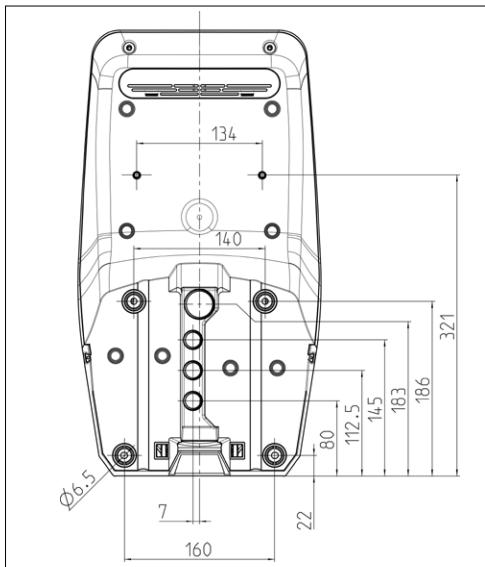

Fig. 10: Boremål [mm]
Ved innfelt montering må posisjonen til tilførselsledningen bestemmes ved hjelp av den vedlagte boremalen eller ved hjelp av bildet "Fig. 10: Boremål [mm]".
- ▶ Skru fast apparatet på veggen ved hjelp av skrueplugene (1), skruene (2) og skruedeklsene (3).
- ▶ Merk festehullene ved hjelp av den vedlagte boremålen eller ved hjelp av bildet "Fig. 10: Boremål [mm]".